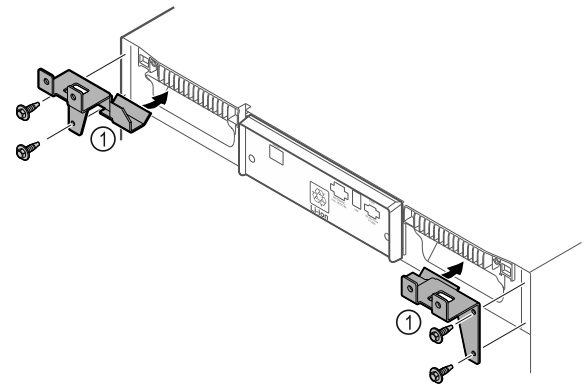

Fig. 52
- Halteteile Fig. 52 (1) mit selbstschneidenden Schrauben am Gerät montieren.